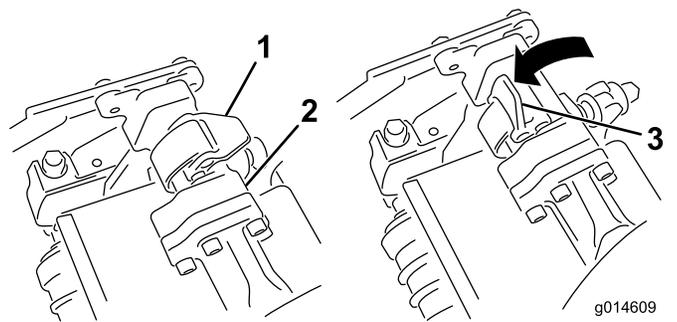
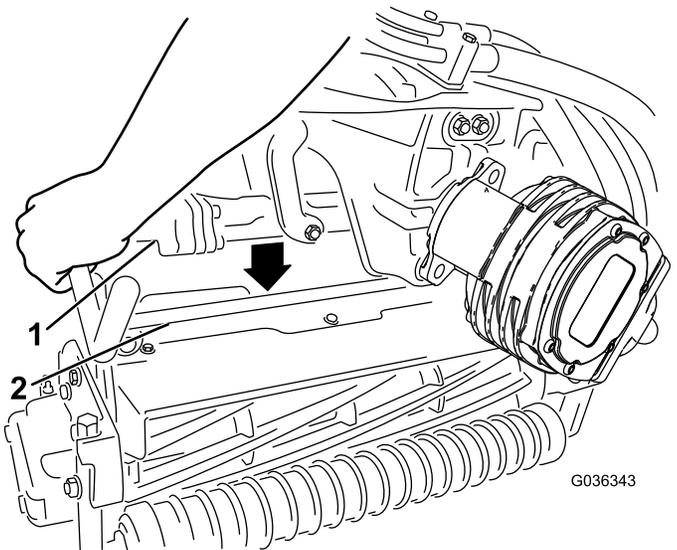

图50
图51
5. 向下并绕着滚刀组横杆关闭门锁将它们锁定到位 图50。
4. 当悬挂臂杆上的门锁指向上方即打开时 图50 向下压悬挂臂使悬挂臂杆与滚刀组上方的支架相契合 图51。
5. 打开您正在拆下的滚刀组悬挂臂上的门锁 图50。